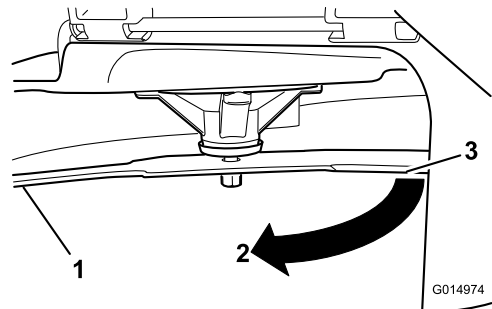

Bild 68
- Drehen Sie dasselbe Messer um 180 Grad, sodass die andere Schnittkante jetzt in derselben Stellung ist (Bild 68).